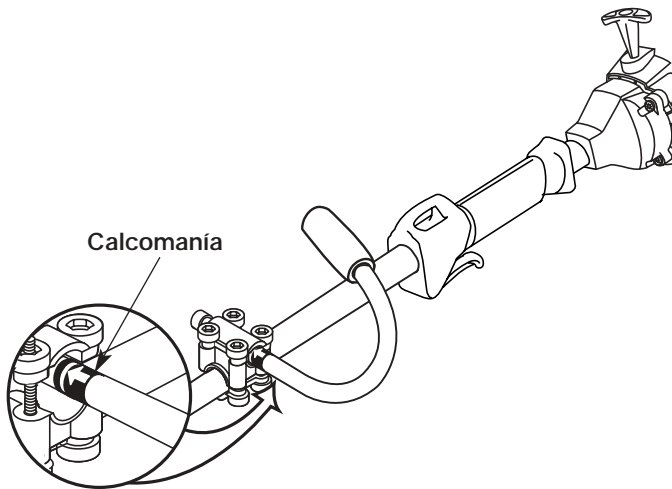

Fig. 2
2. Deslice la manija en J hacia adentro o afuera hasta que la flecha/línea blanca de la calcomanía toque el ensamblaje de la abrazadera (Fig. 2).